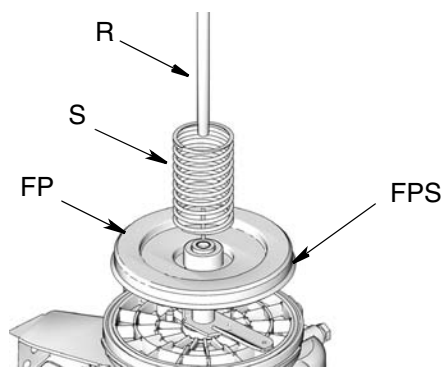

FIG. 4
- a. Vérifier que les pièces suivantes sont retirées avec le réservoir (FIG. 4) :
- Ressort (S)
- Plaque suiveuse (FP)
- Piston (R)